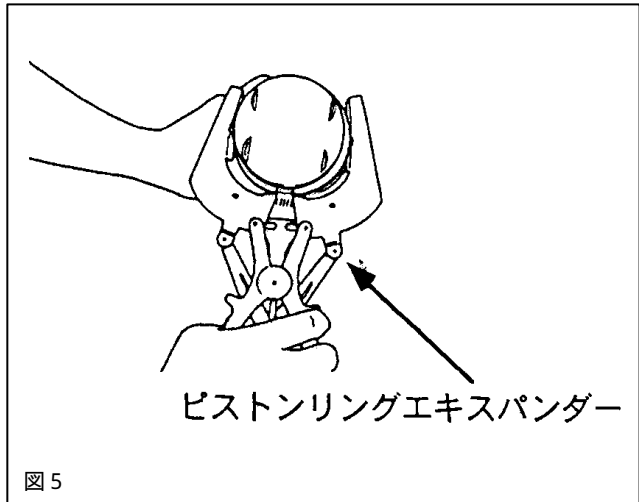
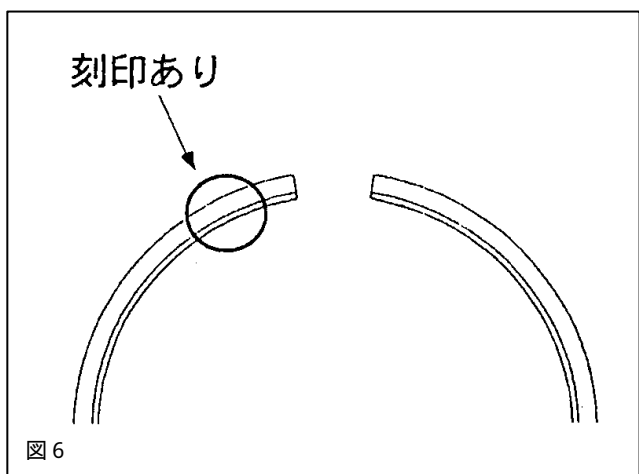

図5
図6
- 6 . 1 図5のように、ピストンリングをピストンリングエキスパンダーを用いてピストンに取付けてください。この時、トップ及びセカンドリングは図6に示す刻印のある面を上面にしてください。